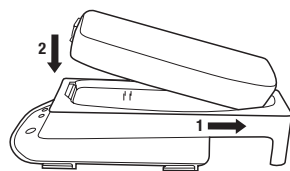

Fig. 2
4. Charge de la pile : S'assurer que les contacts électriques dorés de la pile et du chargeur de pile sont propres, secs et exempts de débris. Insérer le bloc-piles dans le support de charge TR-340 3M^{MC} en faisant tout d'abord glisser l'arrière. Appuyer sur l'avant du bloc-piles pour l'enclencher en place (Fig. 2). La charge débute.